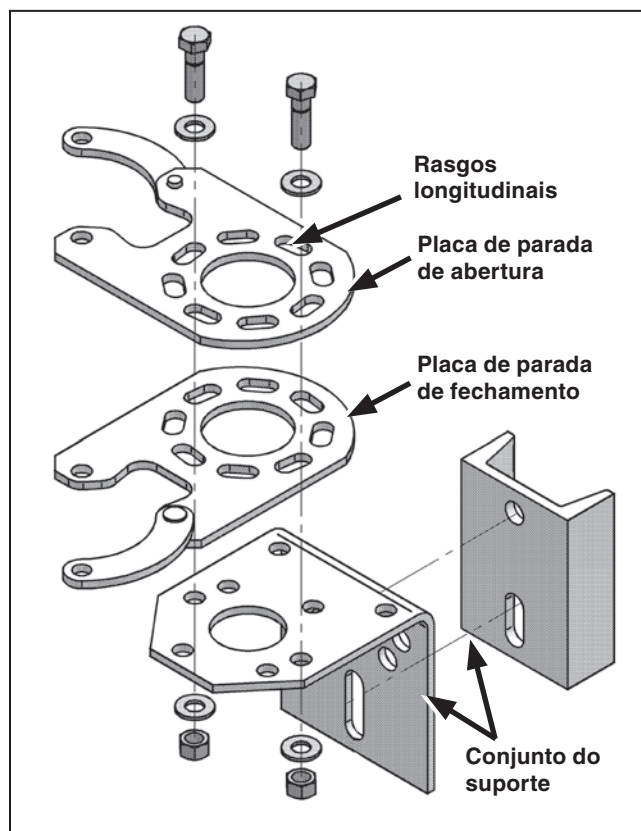
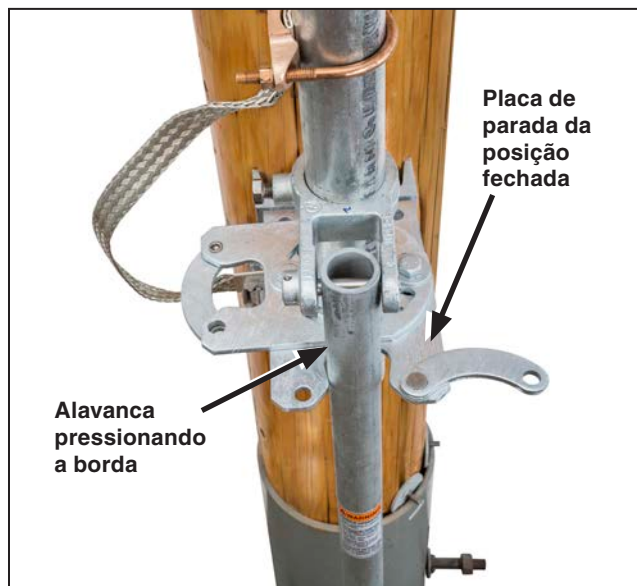
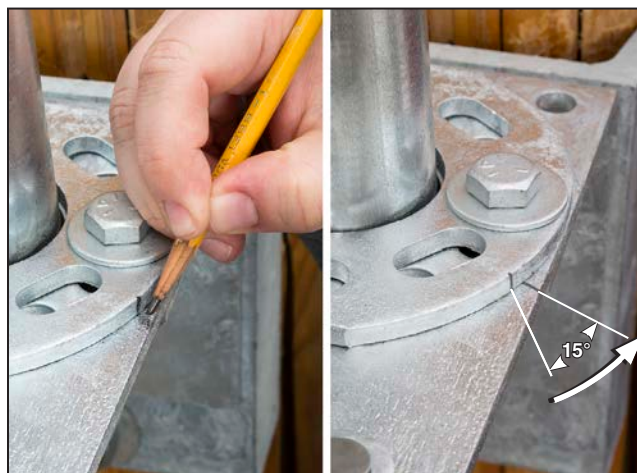

Figura 29. Placas de parada e conjunto da sapata-base—vista explodida.
Figura 30. Ajuste da placa de parada da posição fechada.
Figura 31. Marque a posição da placa de parada da posição fechada. Gire 15 graus.
PASSO 26. Os furos da placa de limite de abertura possuem rasgos longitudinais para possibilitar ajustes. Afrouxe os parafusos que prendem as placas de parada ajustáveis ao conjunto de suporte em duas peças. Ver Figura 29. Coloque a chave na posição **Aberta** plena e ajuste a placa de parada da posição aberta de forma que a alavanca, quando abaixada, encaixa no rasgo da posição aberta. Faça uma marcação no conjunto de suporte identificando a posição na placa de parada relativa à posição aberta. Ver Figura 31 na página 24.
- Afrouxe as ferragens que prendem a placa de parada de fechamento. Ver Figura 29 na página 23.
- Os furos das placas de parada tem formato oblongo para permitir uma margem de ajuste. Posicione a alavanca de operação na placa de parada e movimente-a em sentido anti-horário na sua excursão máxima na posição fechada (padrão em chaves usando mecanismo de operação rotatório). A alavanca deve pressionar a borda da placa de parada, como mostrado na Figura 30. Marque a posição da placa de parada de fechamento. Ver Figura 31 (lado esquerdo).
- Levante a alavanca para fora de sua posição e gire a placa de parada em 15 graus adicionais em sentido anti-horário a partir da marcação. Assegure-se que a placa de parada de abertura fique alinhada com a marcação feita no Passo 26. Aperte as peças da placa de parada com 40 pés-libras. Ver Figura 31 (lado direito).